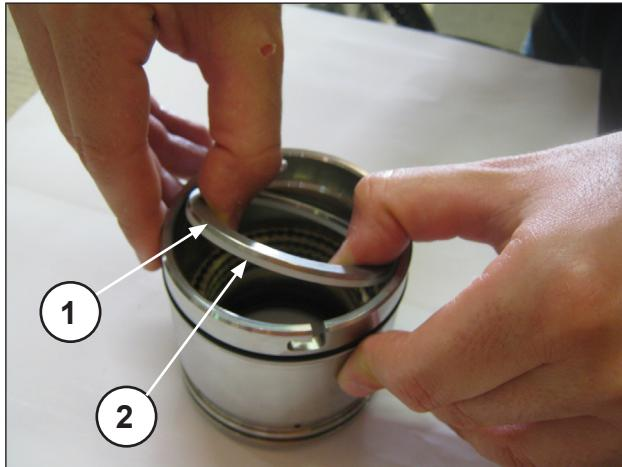
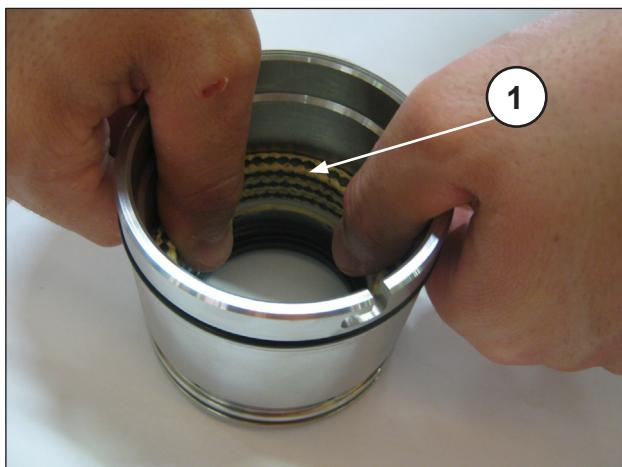

Abb. 162
Abb. 163
Trennen Sie den Dichtungshalter von der Buchse, entnehmen Sie den Federring und den Abstreifring (Pos. ①②, Abb. 162), um die Druckdichtungen freizulegen (Pos. ①, Abb. 163).